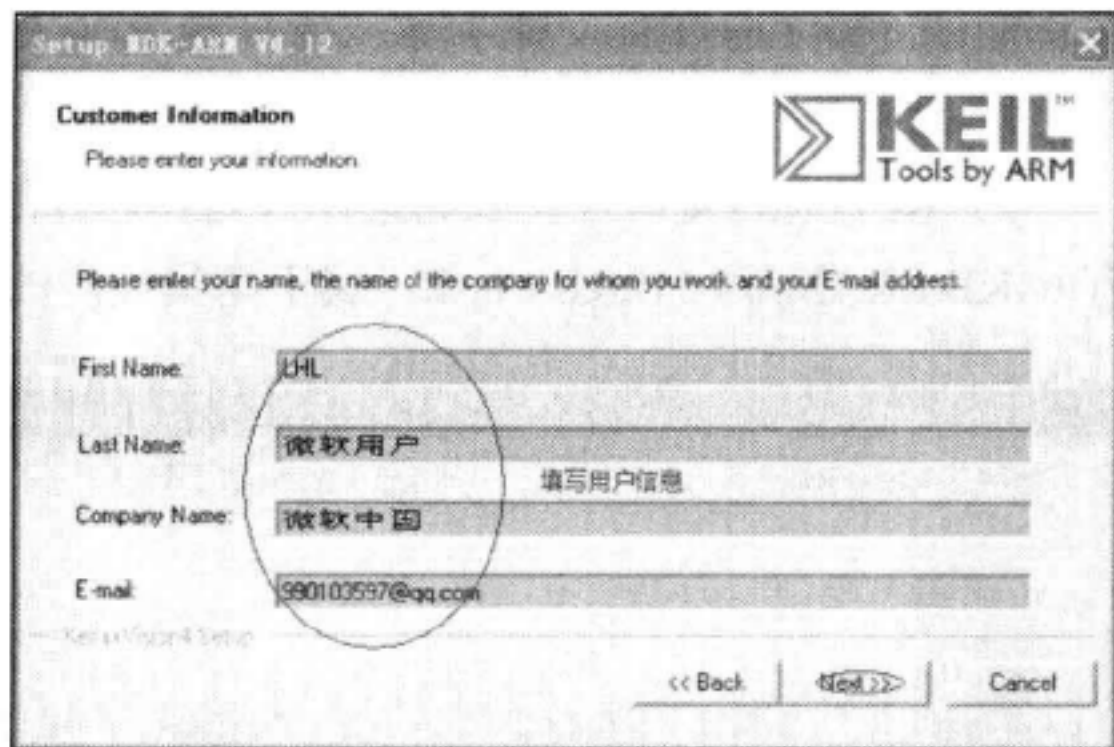

图 3-4 安装步骤 4
- 4) 在用户名中填入名字，在邮件地址中填入邮件地址（可随便写，可空格），点击 Next 按钮，如图 3-4 所示。